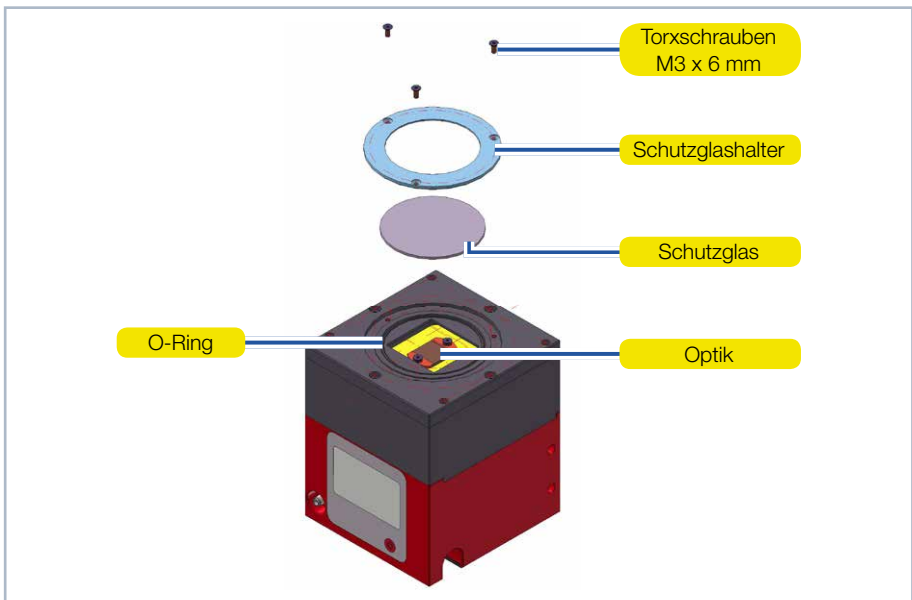

Abb. 16.1: Schutzglas am Cube L1 wechseln
3. Legen Sie das Gerät gemäß der Abb. 16.1 auf Seite 49 ab und nehmen Sie den Schutzglashalter vorsichtig nach oben ab.
6. Setzen Sie den Schutzglashalter gemäß der Abb. 16.1 auf Seite 49 auf.